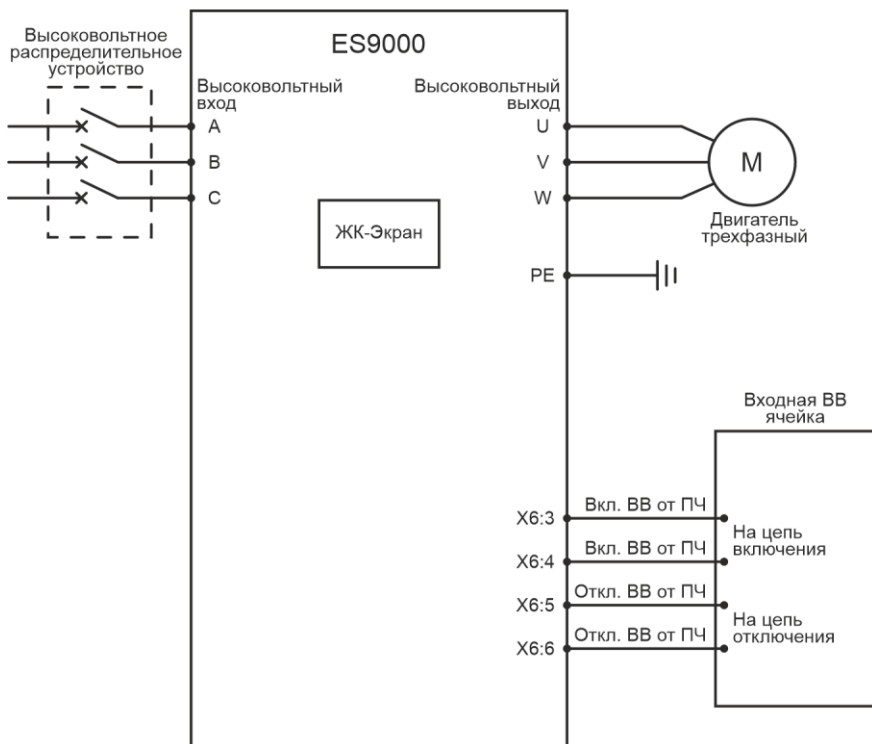

Рис. 21. Схема включения/отключения высоковольтной ячейки
- Системы предварительного заряда (при наличии) (см. рис.21).